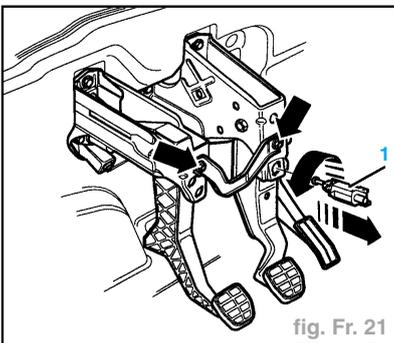

fig. Fr. 21
- Déposer la tôle de raccordement entre la pédale d'embrayage et la pédale de frein (flèche) sur les véhicules avec une boîte de vitesses manuelle (fig. Fr. 21).
- Déposer le contacteur des feux stop (1).